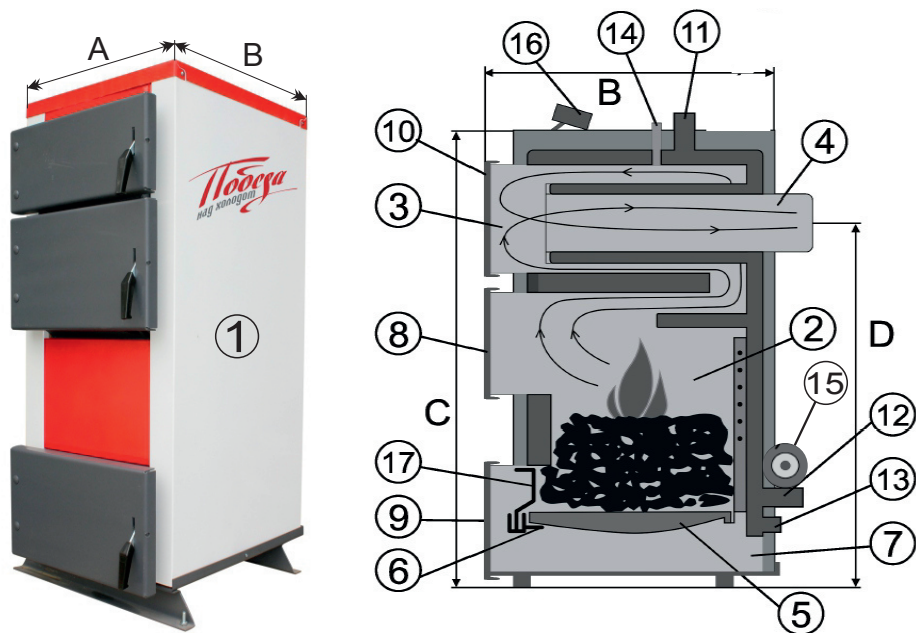

Рисунок 1.
- 5.1 **Котёл (рис. 1) состоит из:** корпуса (1), топки (2), газохода (3), дымохода (4). В нижней части топки устанавливаются колосники (5) на опоры (6), зольник (7). К передней стенке корпуса котла на осях присоединяются загрузочная дверца (8), дверца для обслуживания (9), дверца для обслуживания газохода (10), патрубок подающего трубопровода (11), патрубок обратного трубопровода (12), патрубок для слива воды с котла (13), патрубок установки термодатчика (14), вентилятор (15), автоматика (16), дверца для удаления золы (17).